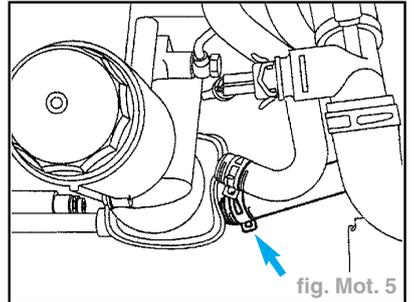

fig. Mot. 5
- Déposer en outre la durite de liquide de refroidissement sous le refroidisseur d'huile (flèche) et laisser s'écouler le liquide de refroidissement restant (fig. Mot. 5).